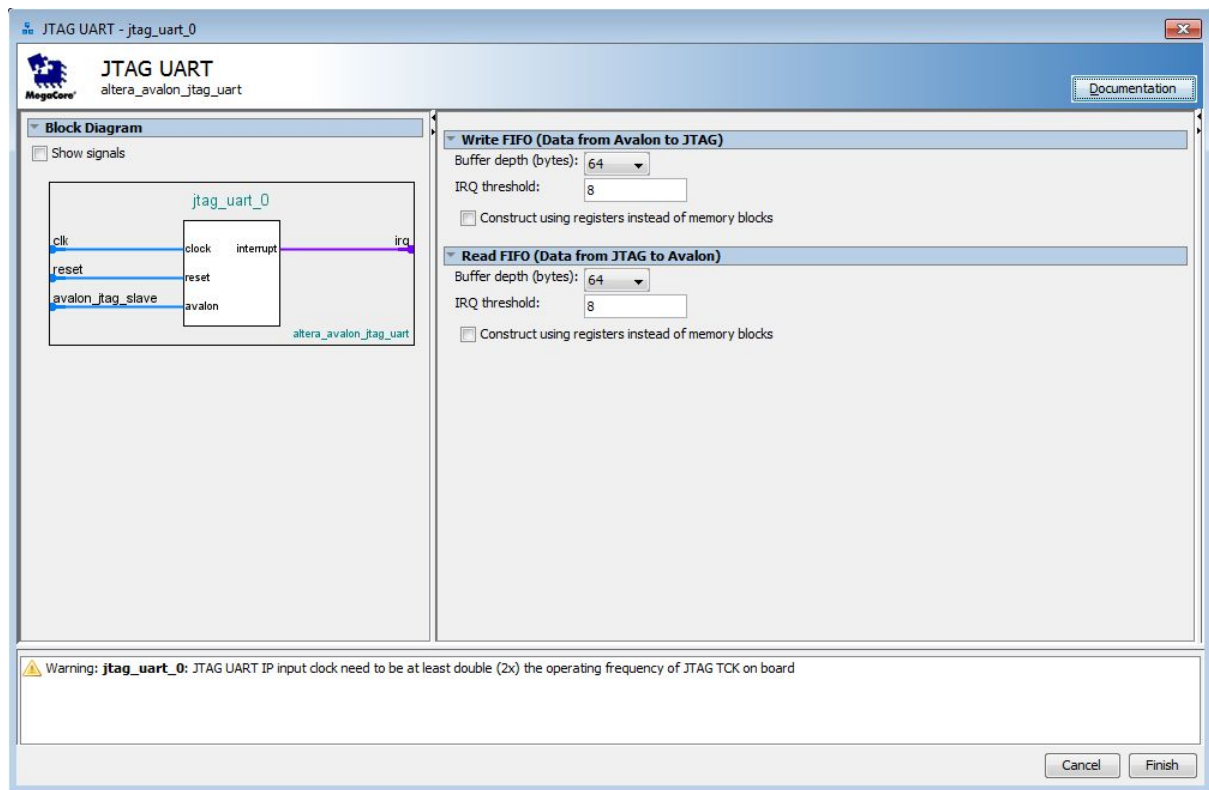

Figura 14: Configurações UART.
- Selecione **Interface Protocols > Serial > JTAG UART** e clique **Add** para abrir as configurações JTAG UART. Conforme a Figura 14.